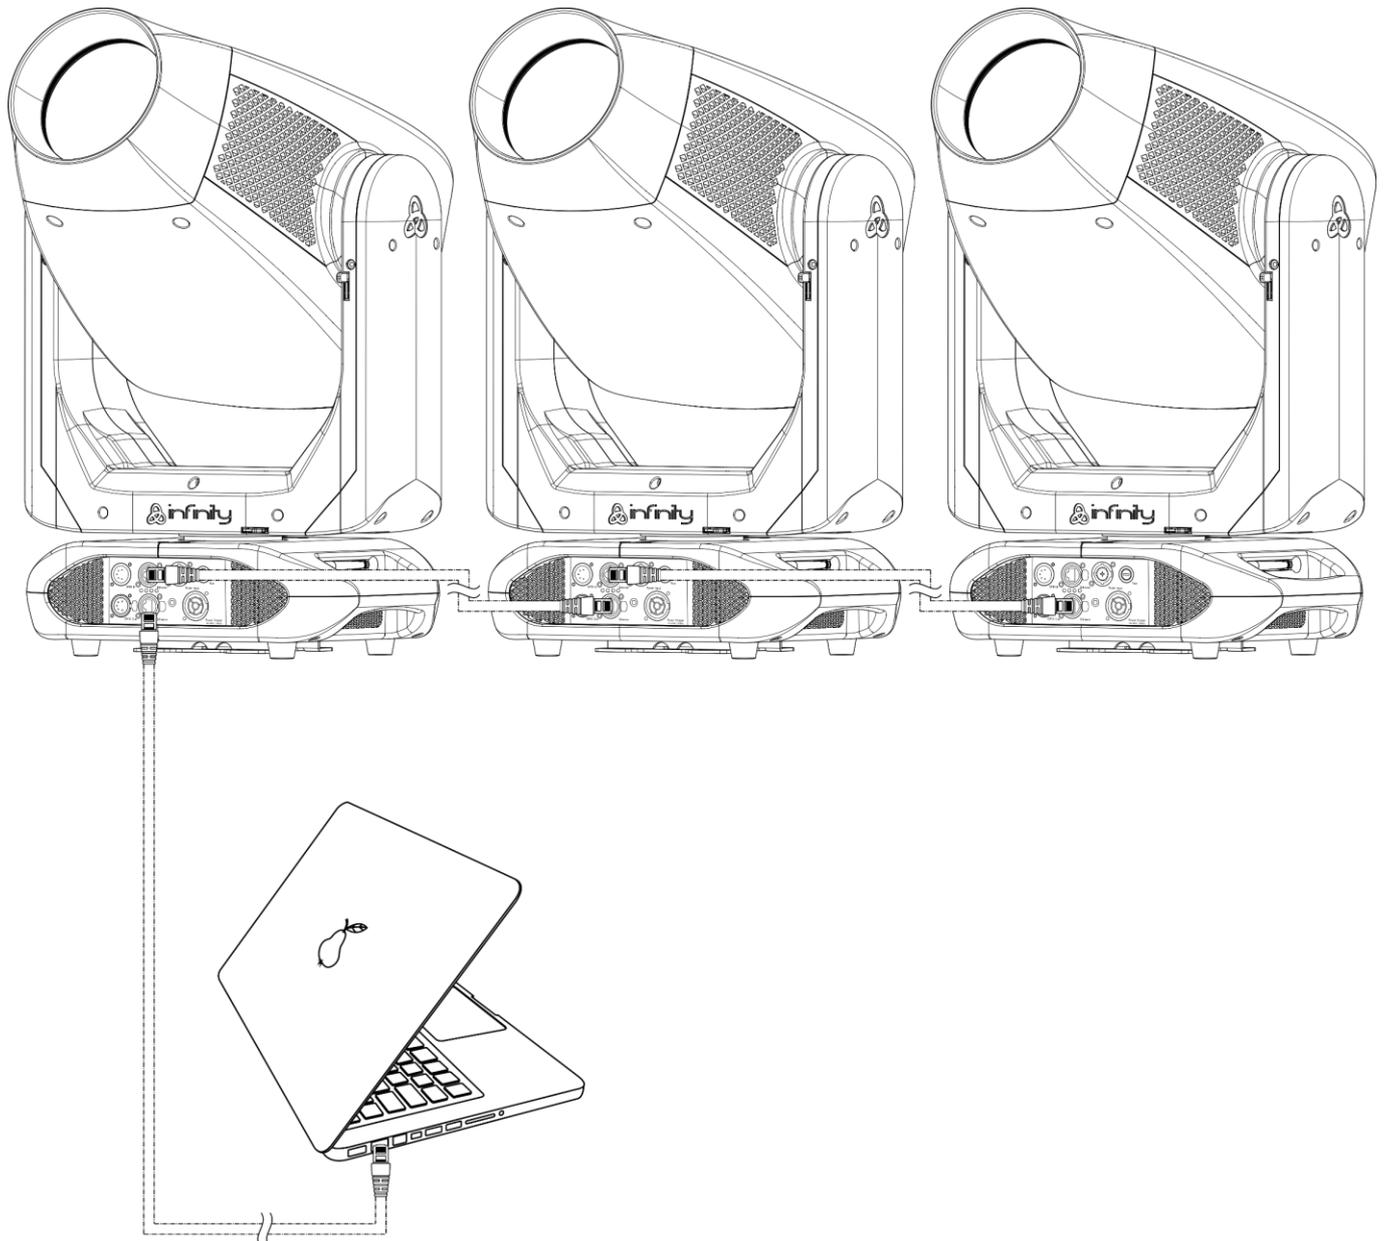

Fig. 07
- 05) Conecte las unidades entre ellas como se indica en la Fig. 07. Conecte un cable de señal CAT-5/CAT-6 que vaya desde el conector de salida RJ45 de la primera unidad al conector de entrada